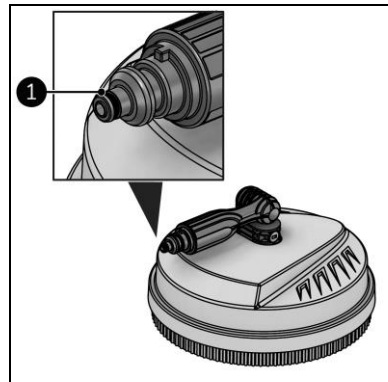

Figure 20
4. Passez de la vaseline sur le joint torique du nettoyeur de sol (figure 20, pos. 1).